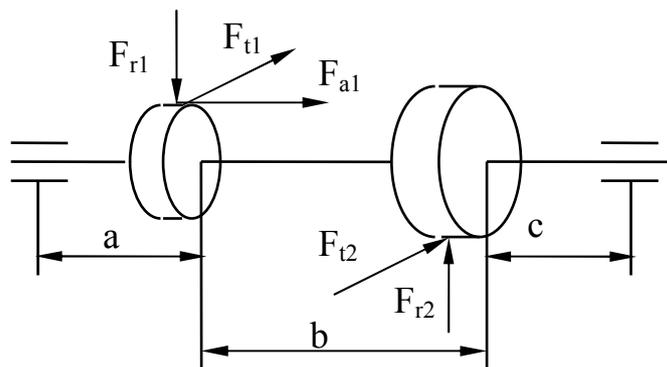

Рис. 7.4
5. Сделать уточненный расчет вала для заданной схемы (рис. 7.4), если  $F_{t1} = 1500$  Н,  $F_{r1} = 558$  Н,  $F_{t2} = 750$  Н,  $F_{r2} = 279$  Н и  $F_{a1} = 318$  Н. Исходные данные приведены в табл. 7.5